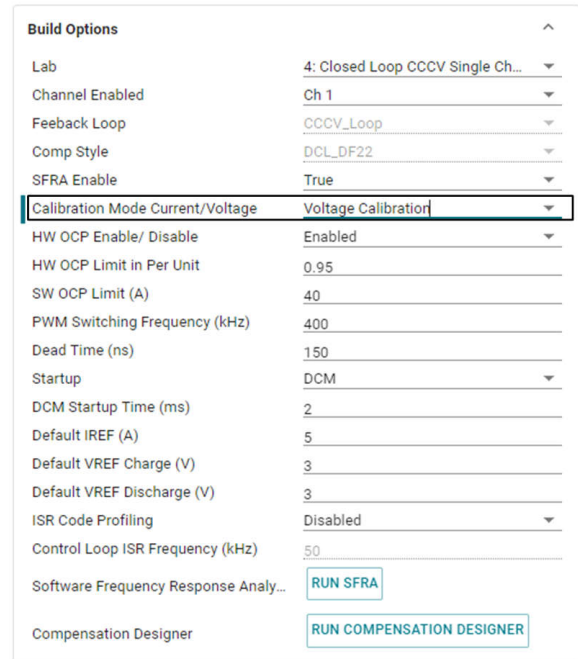

图 3-34. 电压校准的生成选项
- 打开 **SYSCONFIG** 页面，选择“Lab 5”，并将 **Calibration Mode** 设置为 **Voltage Calibration**。图 3-34 显示了用于电压校准的 **SYSCONFIG** 页面设置。